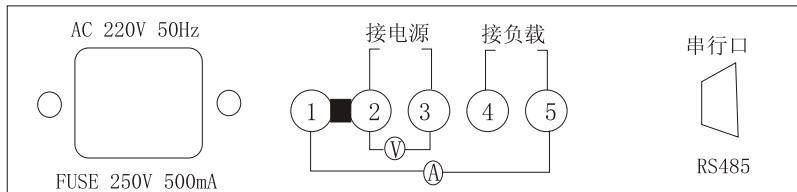

图2 TE-ZH 8705后面板示意图
- 1). 后面板由以下几部分组成：电源插座、接线柱、扩展串行通讯接口(见图2)。